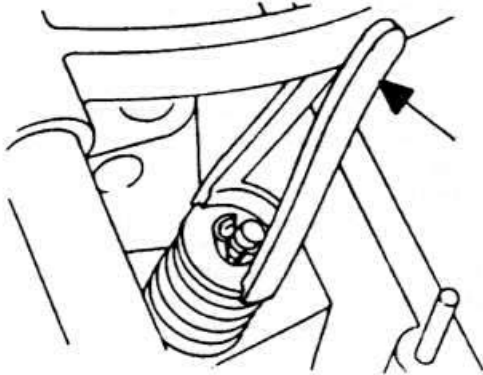

Рис. 2.69
- ◆ Сжимая по очереди пружины клапанов специальными щипцами, выньте сухари замков (рис. 2.69).